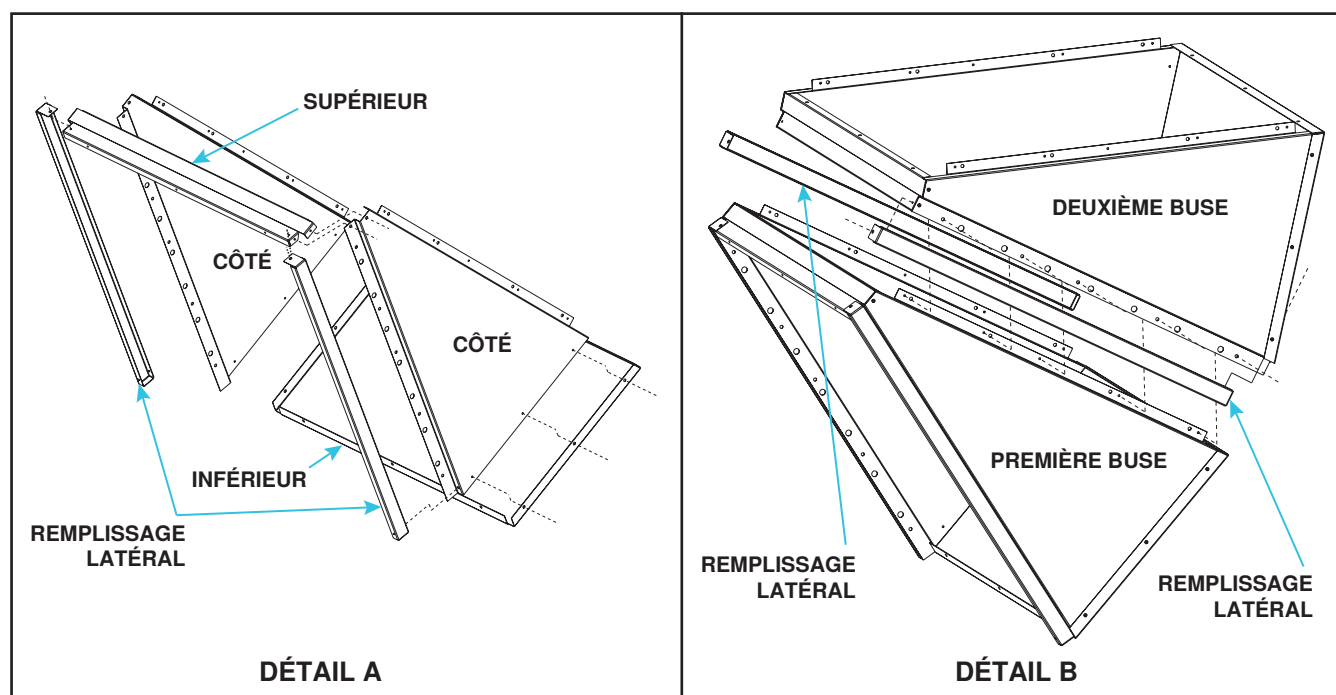

Figure 1. Ensemble de buse
1. Assemblez l'ensemble de buse descendante (voir **Figure 1**, DÉTAIL A) :
- (1) Pour les options CD57 et CD58, fixez les remplissages latéraux aux deux sections latérales à l'aide de vis de 3/8 de pouce.
- (2) Pour les options CD58 et CD59, assemblez la deuxième buse sans remplissage latéral et branchez les deux buses assemblées à l'aide de vis de 3/8 de pouce (voir **Figure 1**, DÉTAIL B).
- (3) Pour l'option CD58, pour installer les remplissages latéraux pour la deuxième buse, positionnez chaque remplissage latéral sur le joint entre les deux sections de buse inférieures, retirez les vis qui s'alignent avec les trous de chaque remplissage latéral et réinstallez les vis pour fixer chaque remplissage latéral sur le joint.
- (4) Pour l'option CD59, ne fixez pas les remplisseurs latéraux pour la deuxième buse—ceux-ci seront installés à l'étape 6b(3).